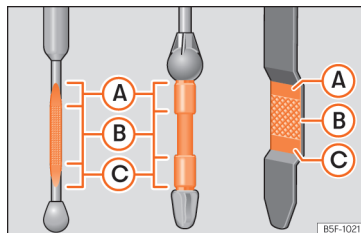

Fig. 194 Vareta de medição do nível de óleo.
- Em seguida, retire-a novamente e verifique o nível do óleo » » Fig. 194. Caso seja necessário, reponha óleo do motor.
- Quando o nível de óleo atingir pelo menos a zona » » Fig. 194 (B), enrosque a tampa do bocal de enchimento com cuidado » » ①.
Se o nível do óleo se encontrar por cima da zona »» Fig. 194 (A), não ponha o motor em funcionamento. Pode causar danos no motor e no catalisador. Dirija-se a uma oficina especializada.
O nível do óleo não pode ultrapassar, em caso algum, a zona »» Fig. 194 (A). Caso contrário, poderia ser aspirado óleo pela ventilação do cárter da cambota e chegar à atmosfera através do sistema de escape.